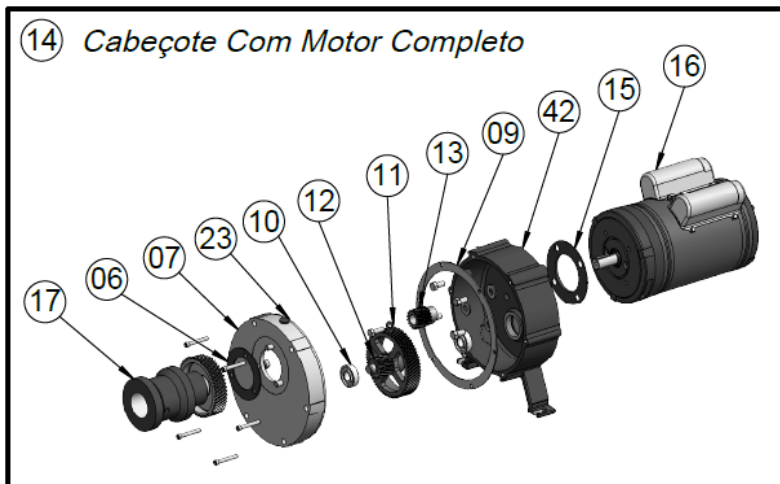

Fig. 2 – Componentes de reposição – Cabeçote com motor
2. Posicione a *CHAVE LIGA/ DESLIGA* (Fig. 2, nº 36) na posição Liga;